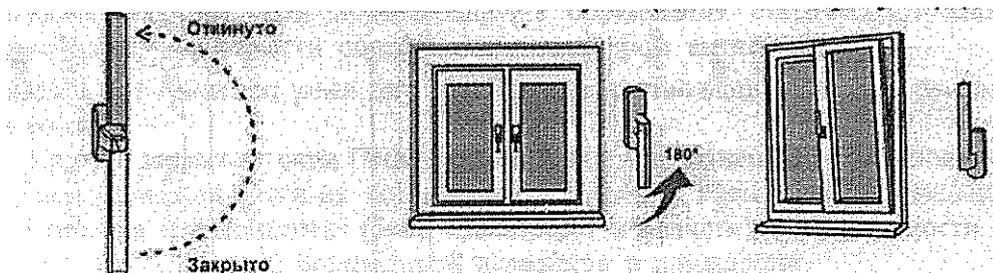

Рис.2
3. Для перевода створки из закрытого положение в откидное (поворот створки относительно нижней горизонтальной оси, положение «Откинута» на Рис.2) ручку поворачивают вертикально на 180 градусов вверх, затем, потянув за ручку, поворачивают створку относительно нижней горизонтальной оси на заданный изготовителем угол (не более 10 градусов) (откидной режим).
4. Для запираения створки из открытого или откидного положения ее сначала закрывают и, придерживая створку рукой, поворачивают ручку вертикально вниз (положение «Закрывать» на рис.2).